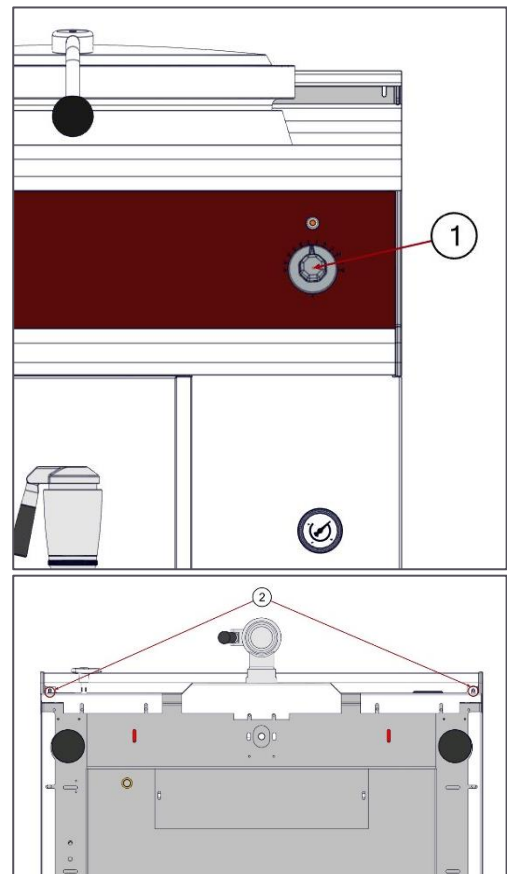

Fig. 11
- Retirer la manette de réglage de la puissance (Fig. 11 – Rep. 1)
- Dévisser les vis situées sous le panneau de commande (Une à chaque extrémité du bandeau inox (Fig. 11 – Rep. 2)).